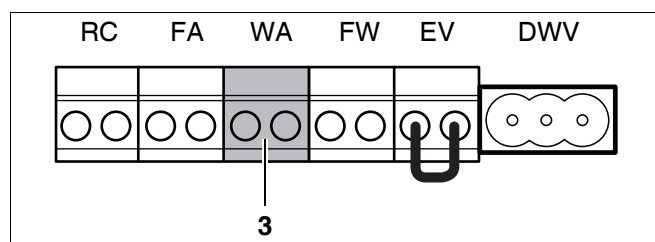

Fig. 33 Klemrække - potentialfri varmeaktivering (tilslutningsfarve grøn)
- Slut kontakten til potentialfri varmeaktivering til det grønne stik WA (fig. 33, pos. 3). Den maksimalt tilladte modstand for denne kreds er 100 ohm. Brug hertil et 2-trådet strømkabel på hver 0,4 til 0,75 mm².